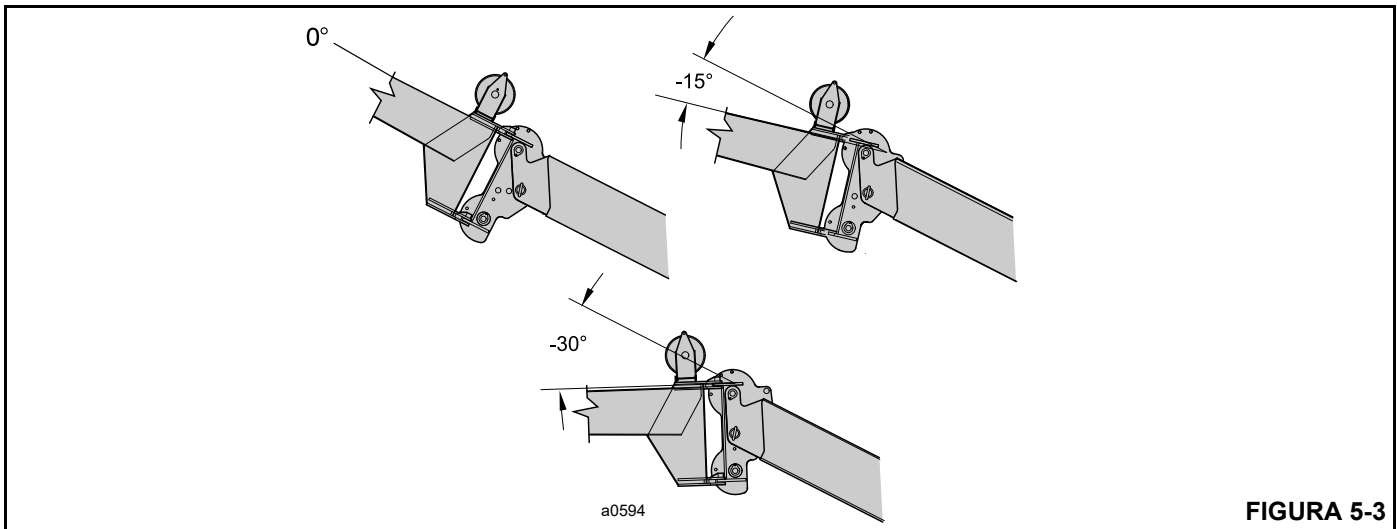

FIGURA 5-3
Los ángulos de cabeza de pluma de -15° y -30° se usan para descentrar las extensiones de la pluma. Consulte la Figura 5-3.
5. Eleve o baje la pluma principal hasta que se obtenga el ángulo de descentramiento deseado (Figura 5-3).
La extensión de la pluma puede colocarse en uno de tres ángulos (Figura 5-3). Para los procedimientos de ajuste, vea *Ajuste de descentramiento de la extensión de pluma*, página 5-3.